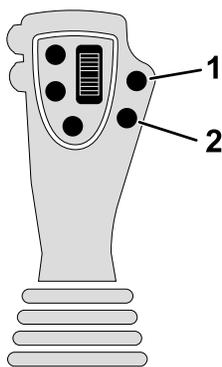
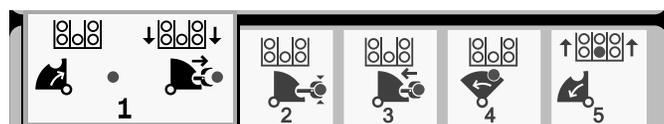

Рисунок 14
Рисунок 16
3. Удерживайте нажатой нижнюю правую кнопку на левом джойстике (Рисунок 14) до тех пор, пока изображение на экране не перейдет к поз. 2 (Рисунок 16) и пока подъемник не будет опущен, кулачок в сборе не повернется в направлении рабочей станции оператора и рычаги не будут полностью выдвинуты (Рисунок 17).
- Удерживайте нажатой нижнюю правую кнопку на левом джойстике (Рисунок 14), пока рычаги не будут полностью втянуты (Рисунок 22).
9. Удерживайте нажатой нижнюю правую кнопку на левом джойстике (Рисунок 14) до тех пор, пока кулачок в сборе не повернется к выбранному ряду под кассетой для бурильных труб (Рисунок 24).
11. Удерживайте нажатой нижнюю правую кнопку на левом джойстике (Рисунок 14) до тех пор,